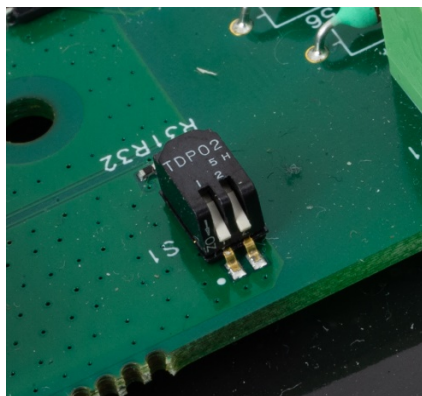

Figura 4-7: Chaves de metrologia SW1-1 e SW1-2, ambas ATIVADAS.
- Se os dados de metrologia forem reinicializados, SW-1 e SW1-2 devem ser ATIVADOS simultaneamente, como mostrado na **Figura 4-7**.